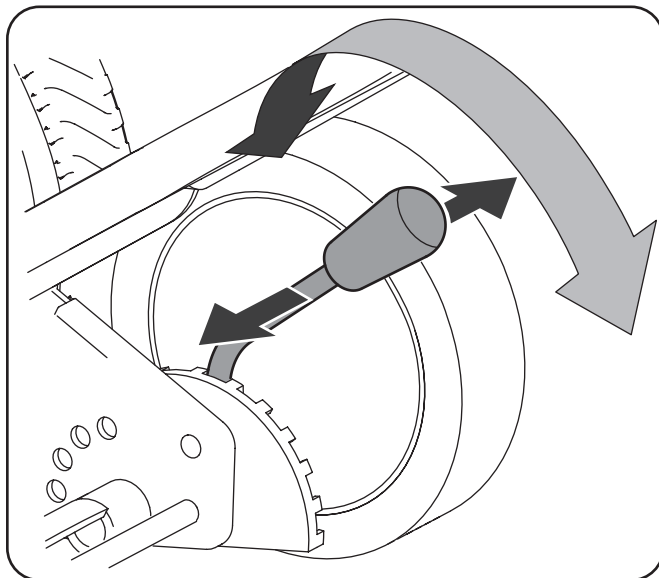

Figure 3-4
1. Dégagez la manette de droite de réglage de la hauteur et placez-la vers l'avant (pour une coupe plus basse) ou vers l'arrière (pour une coupe plus haute) avant de la laisser retourner dans l'encoche qui correspond à la hauteur de coupe voulue. Voir la Fig. 3-4.